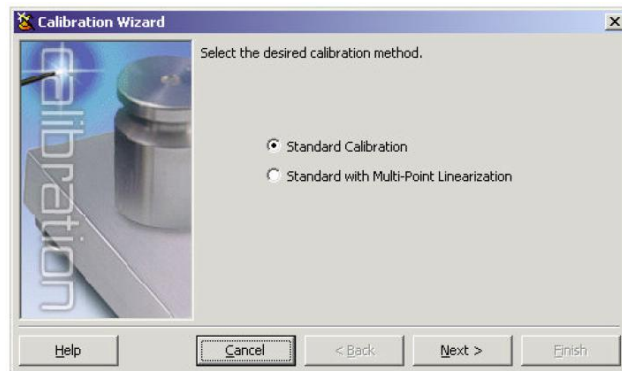

图:4-3. iRev 4 校准向导
1. 首先，显示校准引导(图:4-3)，选择标准校准(仅包括零点和满量程校准)还是多点线性调校(包括零点、满量程和 5 点线性调校)。点击“Next”继续。